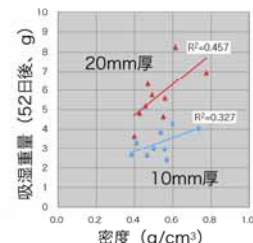

図4 密度と吸湿重量の関係
- 密度の大きい木材ほど、また、厚み(体積)の大きい木材ほど、許容できる吸湿(脱湿)重量も大きい傾向(図4)。